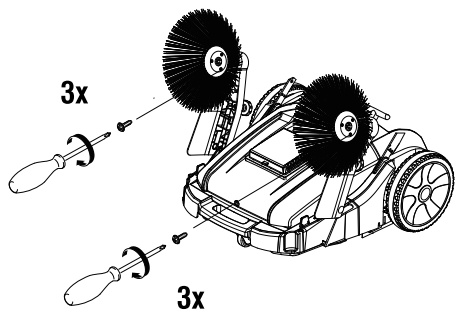

Fig. 2 – Montaje de las escobas en la barredora
- a. Retire las escobas laterales (5) del interior del recipiente (1) y con el auxilio del llave phillips, fije las escobas (5) en los brazos derecho (3) y izquierdo (6), conforme Fig. 2.